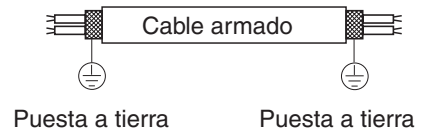

Fig. 5-4
(5) Para evitar fallos debidos al ruido eléctrico, utilizar cables armados para las conexiones de control entre unidades (c) y poner el cable a tierra en ambos lados. (Fig. 5-4)